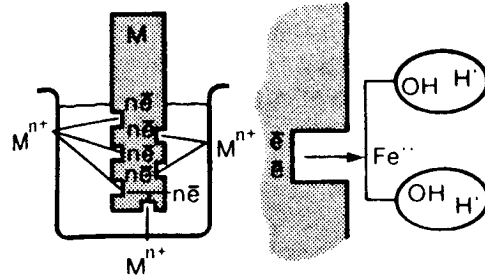

Fig. 2.100 - Dissolution anodique du fer.
- Lorsqu'un métal est plongé dans un **électrolyte**, des **ions vont passer dans la solution** tandis que le métal se chargera en électrons négatifs (Fig 2.100).